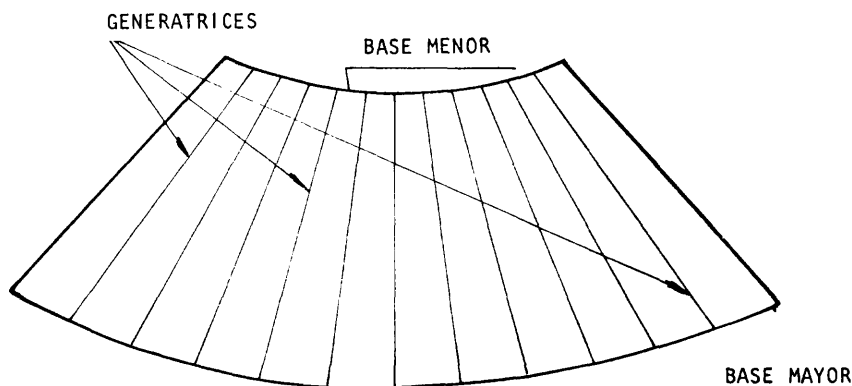

Fig. 1
- a Divida en partes iguales los desarrollos de las bases mayor y menor; trace las generatrices del cono, según indicaciones (fig.1).